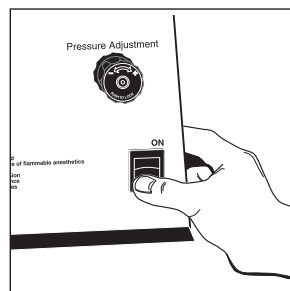

Figura 4
6. Antes de enchufar el cordón de corriente, asegúrese que el interruptor de corriente está en la posición "Apagado" al oprimir en la parte inferior media del interruptor **Figura 4**. Enchufe el cordón a un tomacorriente de pared aterrizado apropiadamente.